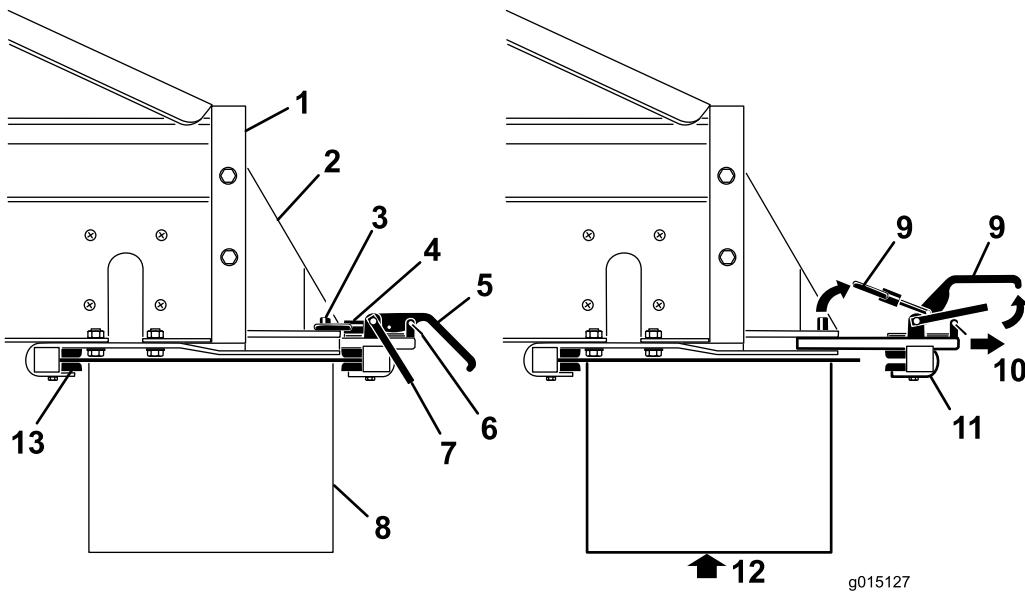

Figure 49
3. Retirez les clips des verrous de sécurité sur les poignées de serrage (Figure 49).
4. Levez le verrou de sécurité, puis levez les poignées des brides de fixation de l'accessoire et dégagiez les bagues de blocage des goupilles de blocage (Figure 49).
5. Sortez la fixation rapide arrière d'accessoire des fentes de montage (Figure 49).
6. En vous faisant aider par une autre personne, insérez le bord avant du transporteur transversal/pivot vers le haut et sous l'arrière de la machine; dans les fixations avant sur les supports (Figure 49).
7. Tout en soutenant le transporteur transversal/pivot, glissez la fixation arrière dans les fentes des supports et par-dessus le bord arrière (Figure 49).
9. Reposez les clips des verrous de sécurité sur les poignées des brides de fixation (Figure 49).